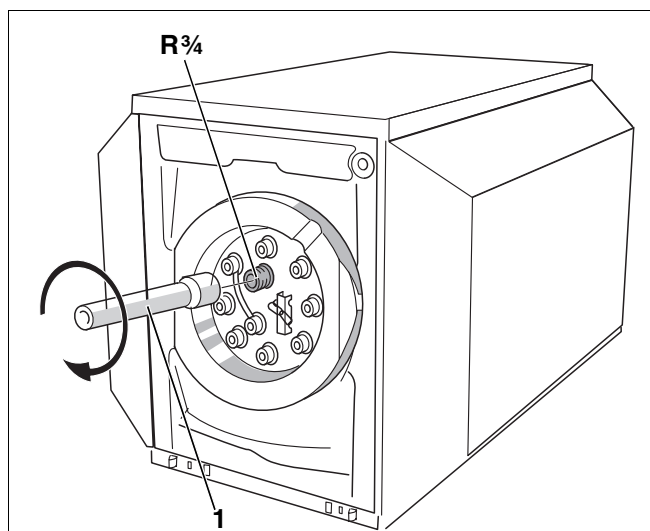

Рис. 6 Установка трубы для транспортировки (передняя сторона бака)
- Изготовить трубу для транспортировки (рис. 6, поз. 1) с муфтой Rp_s.